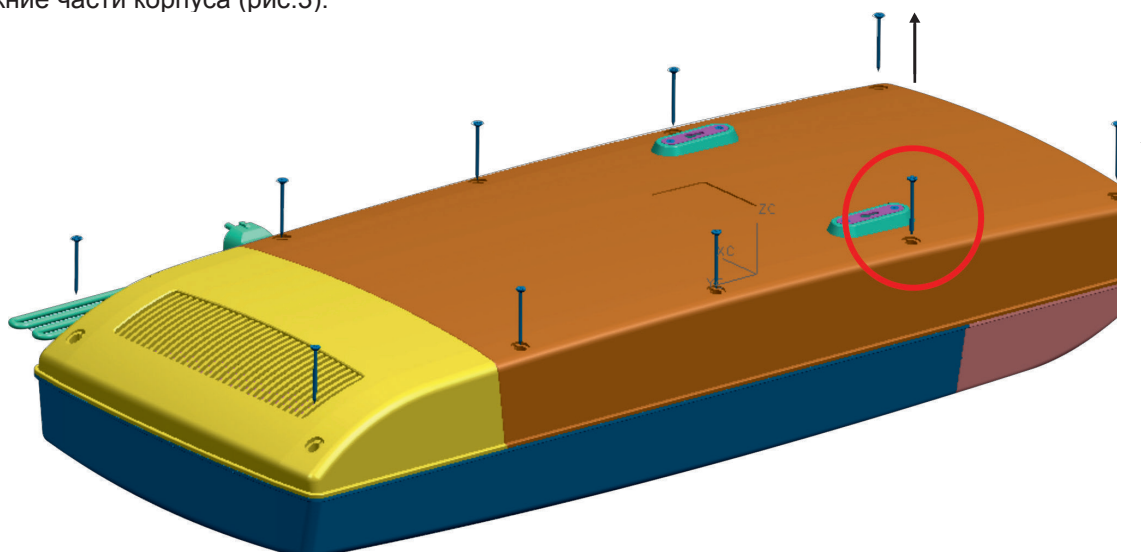

Рис.3
- вывернуть расположенные на задней стенке корпуса рециркулятора винты, скрепляющие верхние и нижние части корпуса (рис.3).